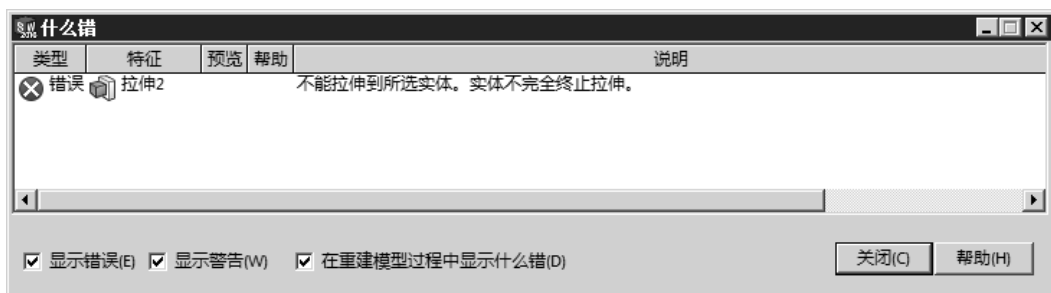

图 5.14.4 “什么错”对话框
Step4. 退出草图绘制环境后, 系统弹出如图 5.14.4 所示的“什么错”对话框, 提示拉伸 2 特征有问题。这是因为, 拉伸 2 采用的是“成形到下一面”的终止条件, 重定义